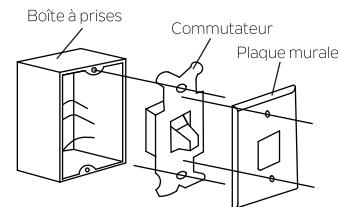

Fig. 28
Étape 1. Retirer la plaque murale présente et l'ancien interrupteur de la boîte à prises murale. Deconnecter le câble. (Fig.28)